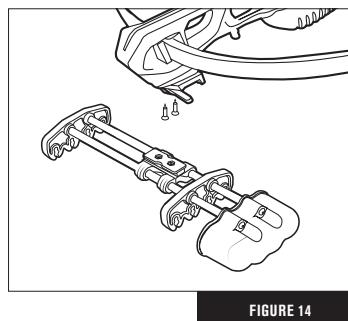

FIGURE 14
1. Atornille la montura del carcaj en la parte inferior de la culata (Fig. 14).